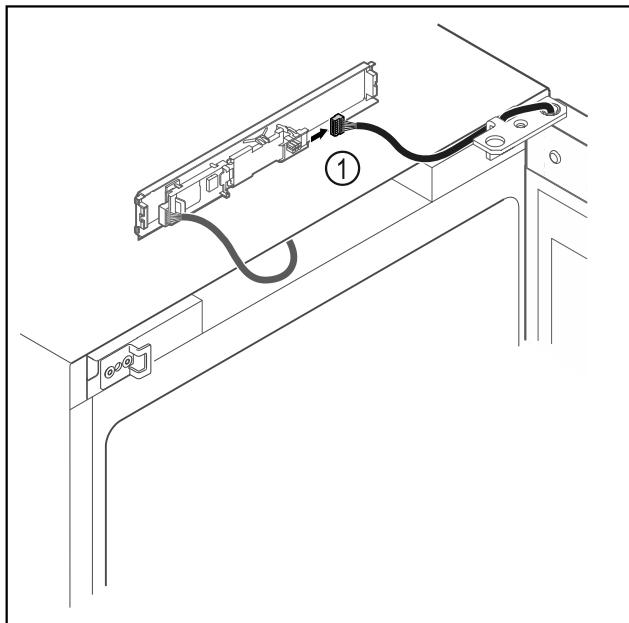

Fig. 16
- ▶ Odpojte zástrčku Fig. 16 (1) z dosky plošných spojov.